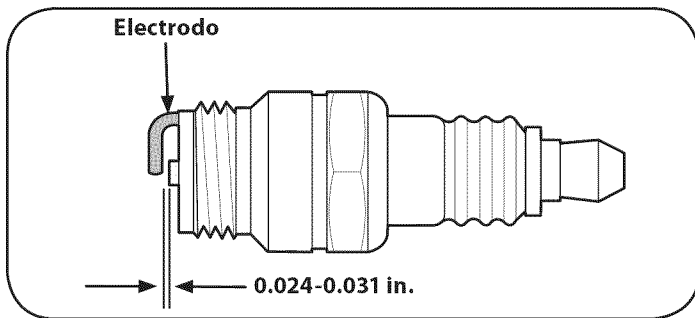

Figura 29
3. Mida la separación de bujía con un calibre. Corrija de ser necesario torciendo el electrodo lateral. Vea la Figura 29. La separación debe establecerse para que quede entre 0.024-0.031 pulg.